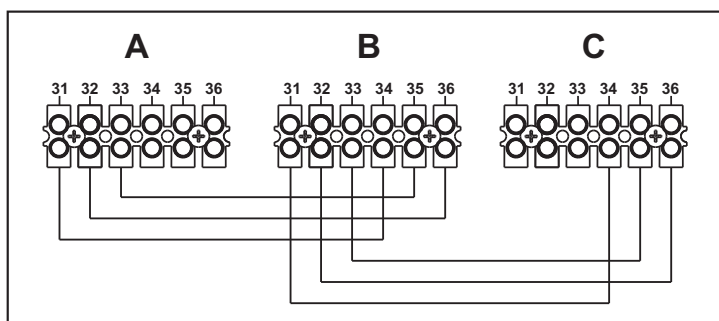

рис. 55 - Подключение по каскадной схеме
1. Подключите модули, как показано на рис. 55 (пример с 3-мя модулями)
В противном случае перекройте электрическое питание и проверьте кабельные соединения в рис. 55.